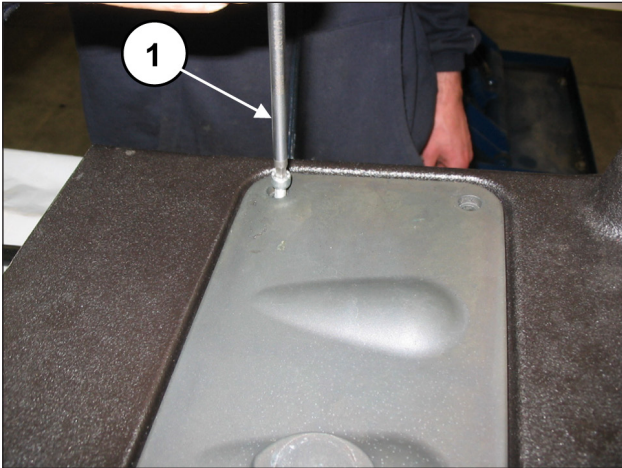
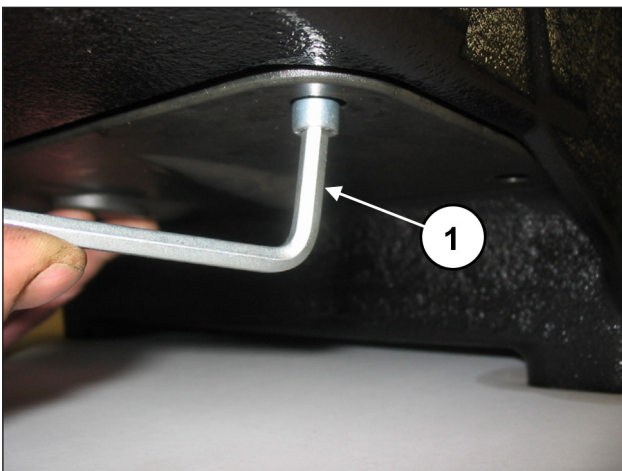

Abb. 139
Abb. 140
Demontieren Sie den oberen Inspektionsdeckel (Pos. ①, Abb. 139) und den unteren Inspektionsdeckel (Pos. ①, Abb. 140) durch Abdrehen der 4+4 Befestigungsschrauben.